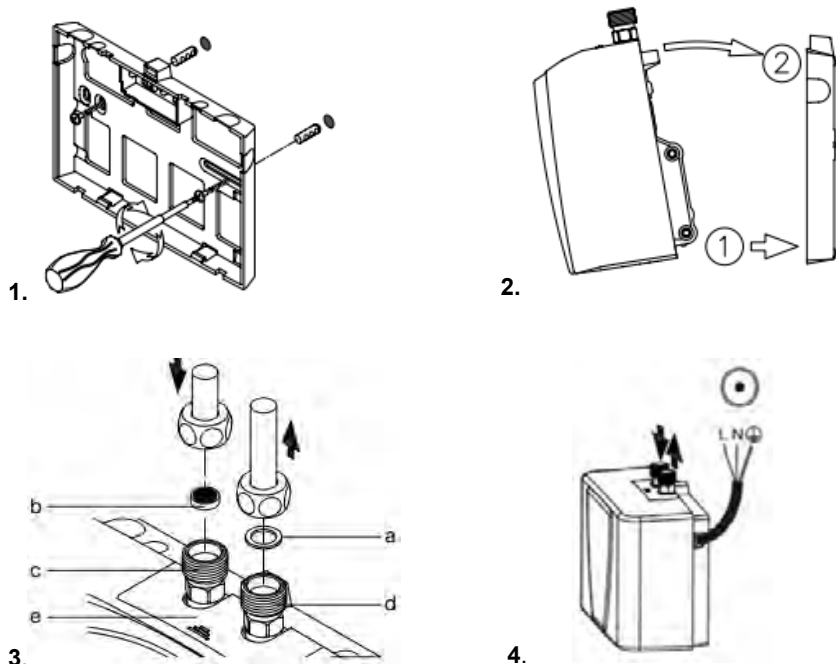

Рисунок 2. Установка под раковиной
**Установка моделей THERMEX Balance 4500 и THERMEX Balance 6000 под раковиной осуществляется в соответствии с Рис.2:**